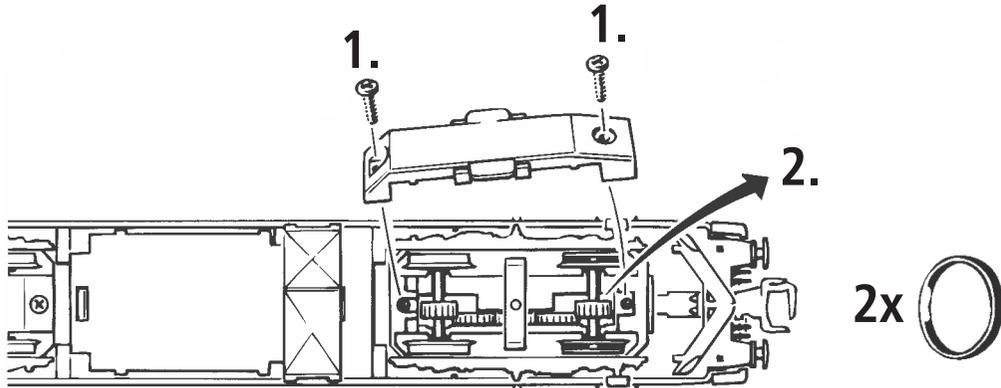

Fig. 7
**4. Kohlebürstenwechsel:** Lokgehäuse abnehmen (Fig. 3). Danach wird der Motor ausgebaut und die Kohlebürsten ausgewechselt (Fig. 7).
**4. Carbon Brush Changing:** First remove loco body (fig. 3), and then the motor (fig. 7).
**4. Remplacement des balais du moteur:** Démontez la caisse (fig. 3). Démontez ensuite le moteur et échangez le balais (fig. 7).